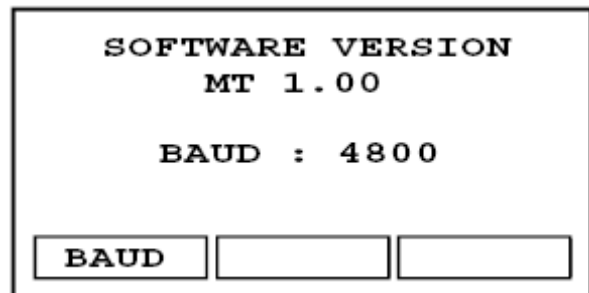

图 39. 波特率菜单
1. 按住 SET UP (设置) 键大约 2 秒, 直到 Baud (波特) 菜单显示 (参见图 39):